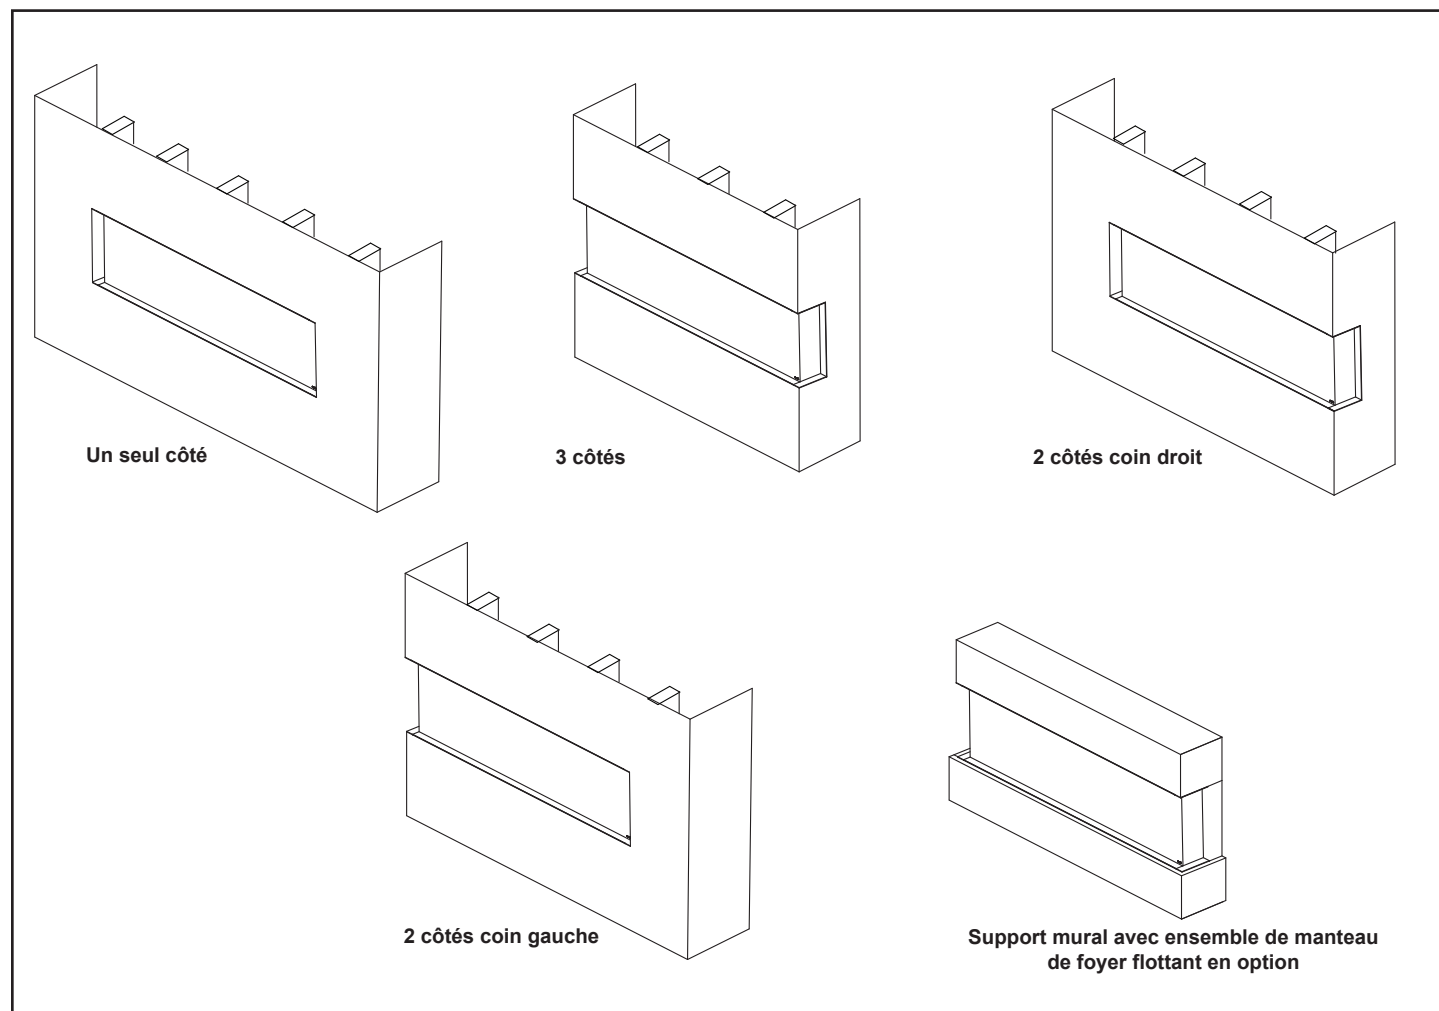

Figure 4.1 Options d'installation
- Le Triton (tous modèles) peut être encastré dans le mur dans une configuration à un, deux ou trois côtés. Référez-vous à la figure 4.1 pour les configurations.